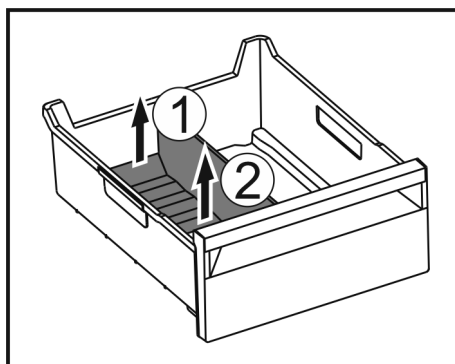

Fig. 192
- ▶ Emelje meg a jégrekesz-elválasztó hátsó részét. Fig. 192 (1)
- ▶ Vegye ki a jégrekesz-elválasztót felfelé. Fig. 192 (2)